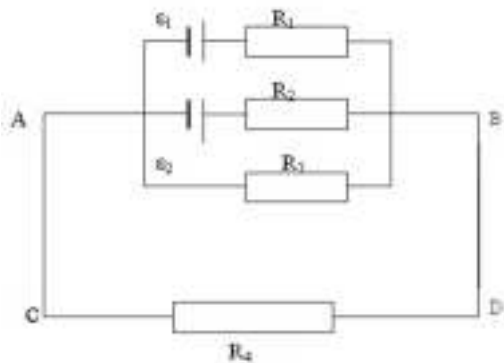

рис.16
71. Определить силу токов на всех участках электрической цепи (рис.16), если $\varepsilon_1=10$ В, $\varepsilon_2=12$ В, $R_1=2$ Ом, $R_2=2$ Ом, $R_3=8$ Ом, $R_4=4$ Ом. Внутренними сопротивлениями источников тока пренебречь.